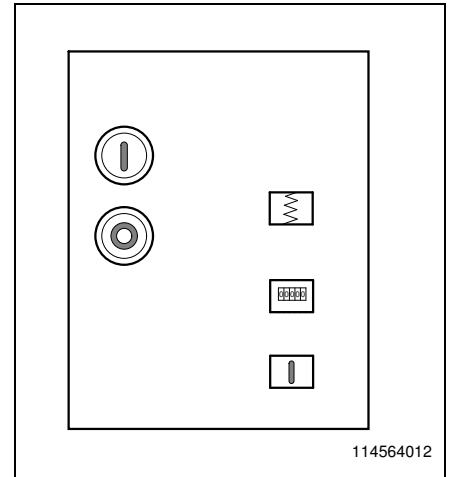

Bild 18
- Der Leistungsschalter schaltet EIN. In der Schaltstellungsanzeige erscheint "I". Die Einschaltfeder ist jetzt entspannt und die Einschalt Speicheranzeige zeigt die entspannte Feder (Bild 18).